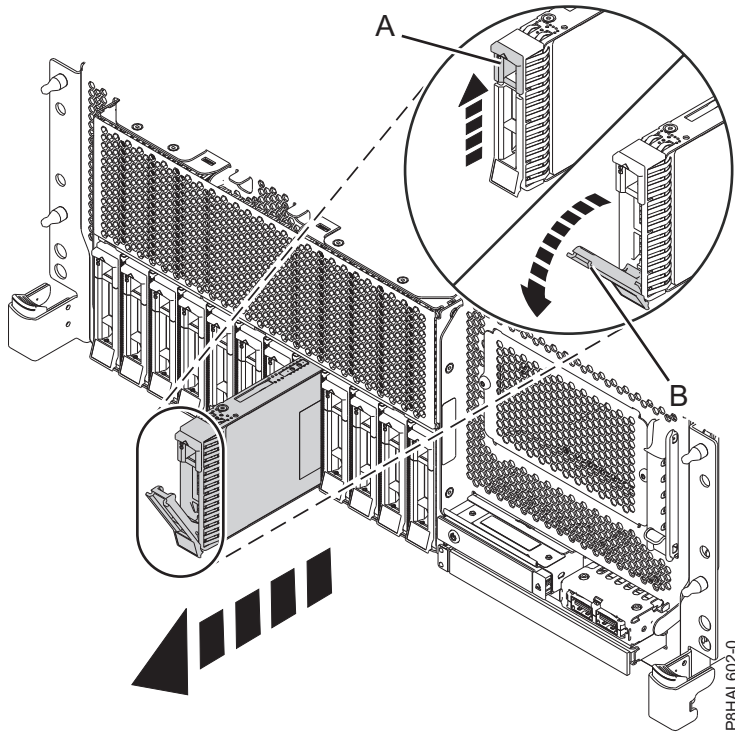

Figura 101. Extracción de una unidad de disco de un sistema de función base montado en bastidor
4. Cuando se encienda el LED de identificación con una luz fija, desbloquee el asa de la bahía de unidad (**B**) presionando el pestillo del asa (**A**) y tirando de él hacia usted, como se muestra en la Figura 101 en la página 116, Figura 102 en la página 116, la Figura 103 en la página 117 y la Figura 104 en la página 118. Si el asa no está extendida del todo, la unidad de estado sólido no se puede deslizar hacia fuera del sistema.